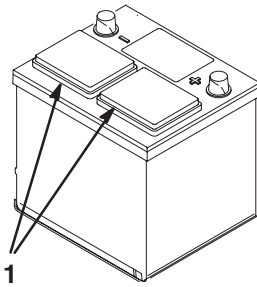

Bild 2
2. Reinigen Sie die Oberseite der Batterie und nehmen Sie die Entlüftungsdeckel ab (Bild 2).